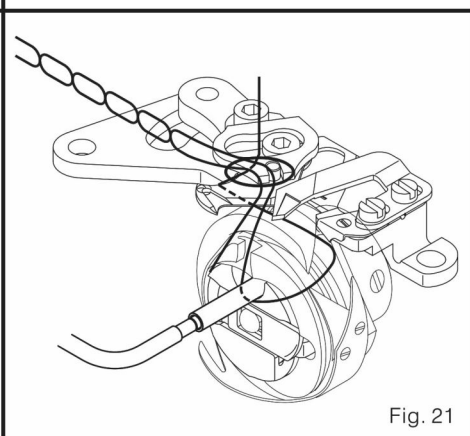

Fig. 21
4. as fios são rebordeados (Fig.21)